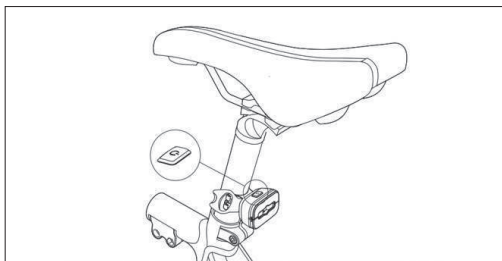

Figura 9-2
- Monte a luz traseira no tubo do selim, conforme mostrado em [Figura 9-2].